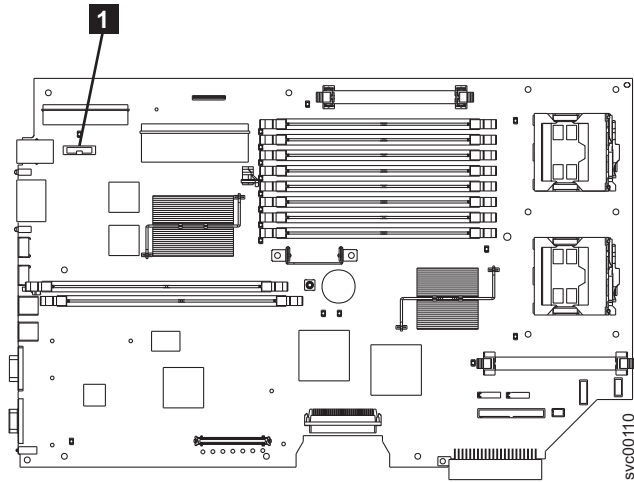

図 137. SAN ボリューム・コントローラー 2145-8F2 または SAN ボリューム・コントローラー 2145-8F4 上の CMOS バッテリーの位置
5. バッテリー **1** をシステム・ボード上で見つけます。169 ページの図 137 には、このバッテリーのロケーションを記載してあります。